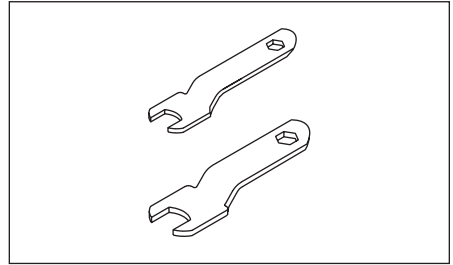

Figura 3 - Llaves
2. **Ajuste firmemente el mandril portapieza con llaves (incluidas con algunos modelos) (Vea la Figura 3 y 4).** Aplique una llave a la tuerca del mandril y la otra al eje. Gire la llave de la tuerca del mandril hacia la derecha, mientras al mismo tiempo gira la otra llave en la dirección opuesta, asegúrese de que el vástago no quede posicionado incorrectamente.